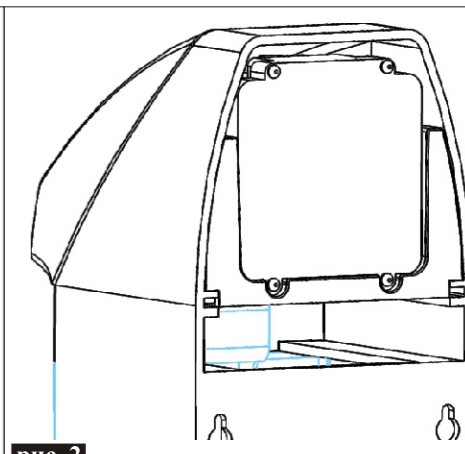

рис. 2
3. Откройте крышку блока питания, открутив шурупы. Вставьте элементы питания, в соответствии с обозначениями «плюс/минус», закройте крышку, закрутите шурупы. (рис.2)